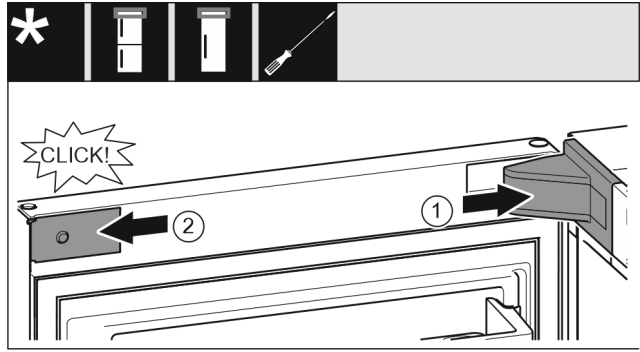

Fig. 59
- Lagerbockabdeckung Fig. 59 (1) aufsetzen und einrasten, ggf. vorsichtig auseinanderdrücken.
- Blende Fig. 59 (2) seitlich ansetzen und einrasten.